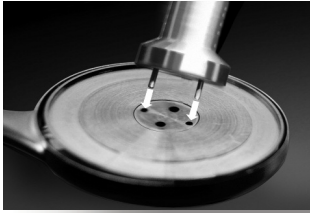
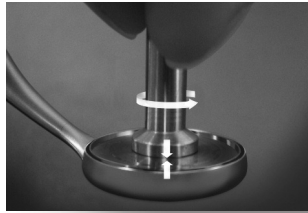

Bild 14
Bild 15
Setzen Sie hierfür die beiden Stifte des Rotorwerkzeugs (7) in die beiden kleineren Öffnungen im Zentrum des Rotors ein (Bild 14). Drehen Sie das Werkzeug leicht bis die Stifte hörbar einrasten und die Werkzeugbasis flach auf der Spiegelauflagefläche aufliegt (Bild 15).